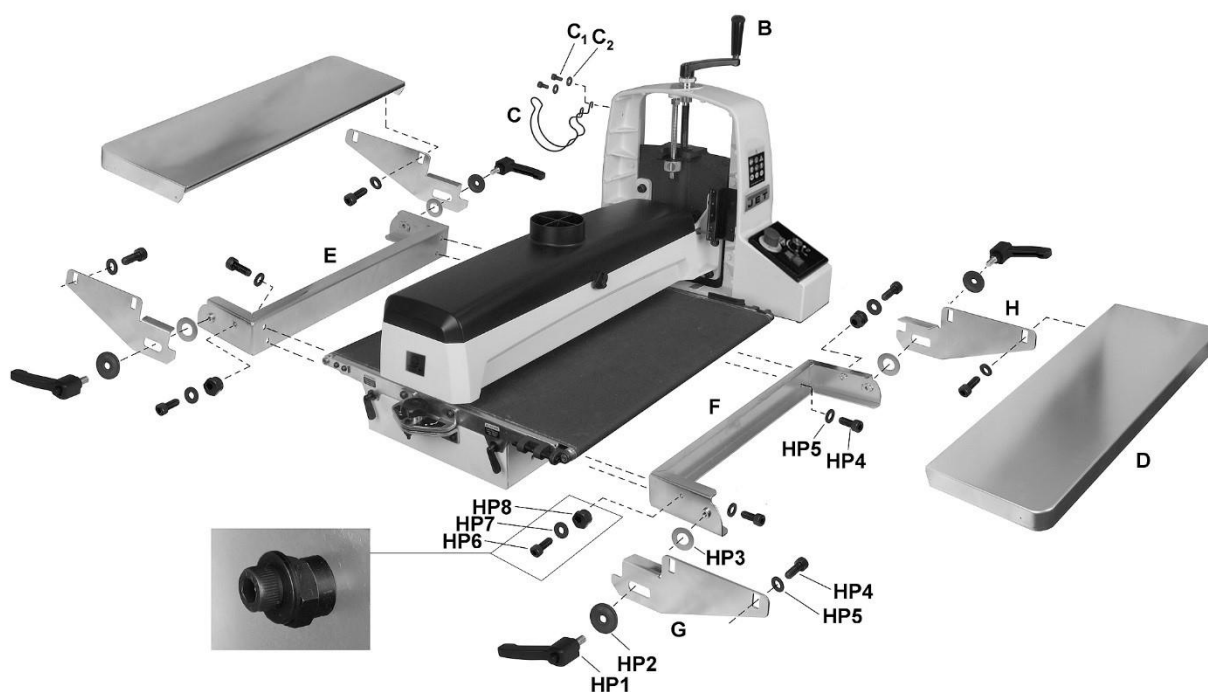

Figure 6-3: Montage ponceuse avec tables d'entrée / sortie (en option)
1. Installez la poignée de réglage de hauteur (B, Fig 6-3) et serrez la vis de réglage.
2. Installez le support tuyau (C) avec les vis et les rondelles (C₁ / C₂).
1. Installez les supports d'entrée et de sortie (L, Figure 6-3) sur les trous filetés dans la base de la ponceuse avec des rondelles plates et des vis à tête à six pans creux (HP4/5). Veillez à ce que les supports droit et gauche soient orientés comme montré. Les supports doivent s'appuyer sur la base.